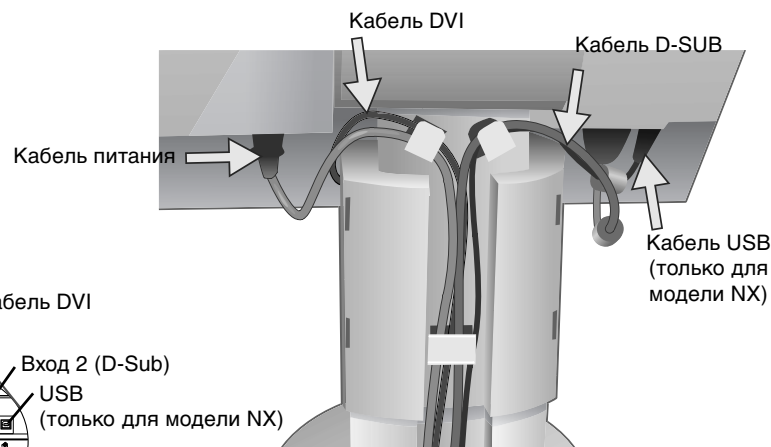

Рисунок C.2
5. Кабели должны размещаться в отсеке распределения кабелей в следующем порядке: кабель питания и кабель видеосигнала DVI (**Рисунок C.2**).
6. Поместите кабель питания и кабель видеосигнала DVI в специальные кабельные каналы, обозначенные на **рисунок C.2**.
7. Поместите кабель D-Sub и кабель USB в специальные кабельные каналы, обозначенные на **рисунок C.2** (Кабель USB — только для модели NX).